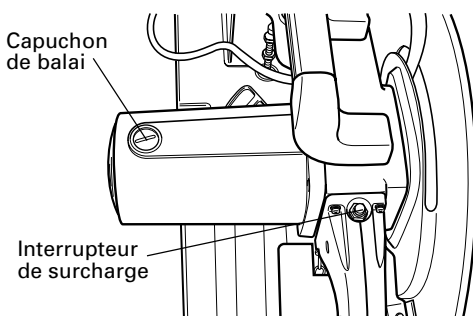

Fig. 16
7. Dispositif de protection contre les surcharges du moteur (Fig. 16)